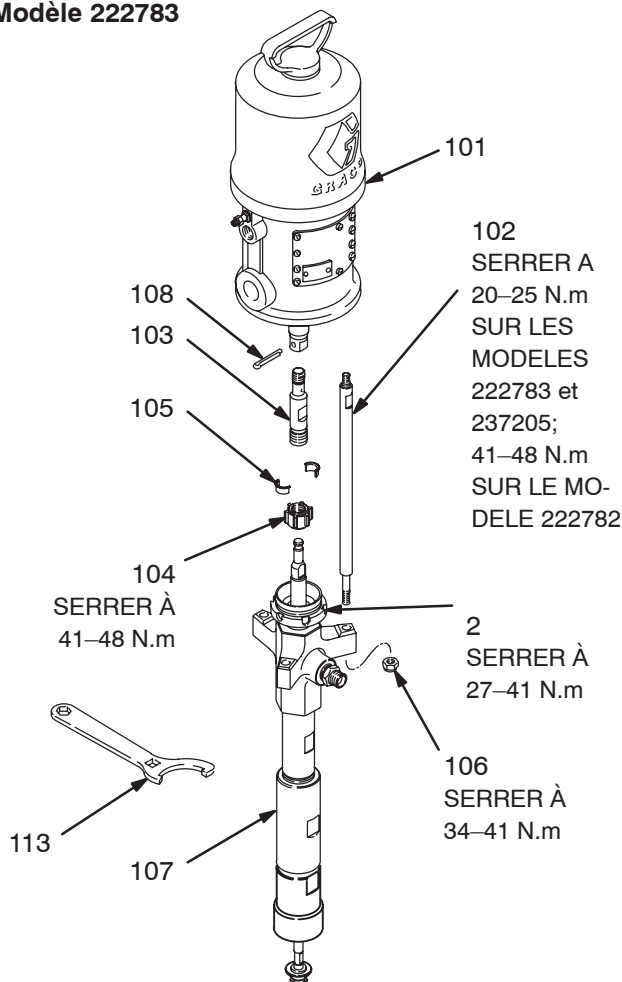

Fig. 3
2. Débranchement du flexible d'air. Maintenir le raccord de sortie produit (7) avec une clé à molette pour empêcher qu'il ne se desserre pendant le débranchement du flexible produit. Retirer la pompe de son support. Prendre note de la position relative de la sortie produit de la pompe par rapport à l'entrée d'air dans le moteur pneumatique.
3. Modèles 222782 et 222783: à l'aide d'une clé à molette, dévisser l'écrou d'accouplement (104) de la bielle (103). Enlever les bagues d'accouplement (105). Attention de ne pas les perdre ou les laisser tomber. Voir Fig. 3. Modèle 237205: dévisser le raccord de tige et l'écrou d'accouplement (103) de la tige de pompe (21). Voir les vues éclatées pages 21 et 23.
4. Tenir les méplats du tirant à l'aide d'une clé de 11 mm pour l'empêcher de tourner. Utiliser la clé (113) fournie avec la pompe (ou une clé polygonale ou à douille de 17 mm) pour dévisser les écrous (106) des tirants (102). Dissocier soigneusement le bas de pompe (107) du moteur pneumatique (101).
1. Orienter la sortie produit de la pompe par rapport à l'entrée d'air du moteur pneumatique comme indiqué au point 2 du paragraphe **Dépose du bas de pompe**. Positionner le bas de pompe (107) sur les tirants (102). Voir Fig. 3.
**NB:** Si les tirants (102) ont été sortis du moteur pneumatique (101) ou du disque de support de ce dernier, les remonter à l'aide d'une clé de 11 mm. Serrer les tirants à 20–25 N.m pour les modèles 222783 et 237205 et à 41–48 N.m pour les modèles 222782.
2. Visser les écrous (106) sur les tirants (102) et serrer à 34–41 N.m à l'aide de la clé (113) fournie (ou d'une clé polygonale ou à douille de 17 mm).
3. Modèles 222782 et 222783: Placer l'écrou d'accouplement (104) sur la tige de pompe, puis mettre les bagues d'accouplement (105) sur l'écrou. Visser l'écrou sur la bielle (103) sans serrer. Maintenir les méplats de la bielle avec une clé à molette pour l'empêcher de tourner. Avec la clé à molette, serrer l'écrou à 41–48 N.m.